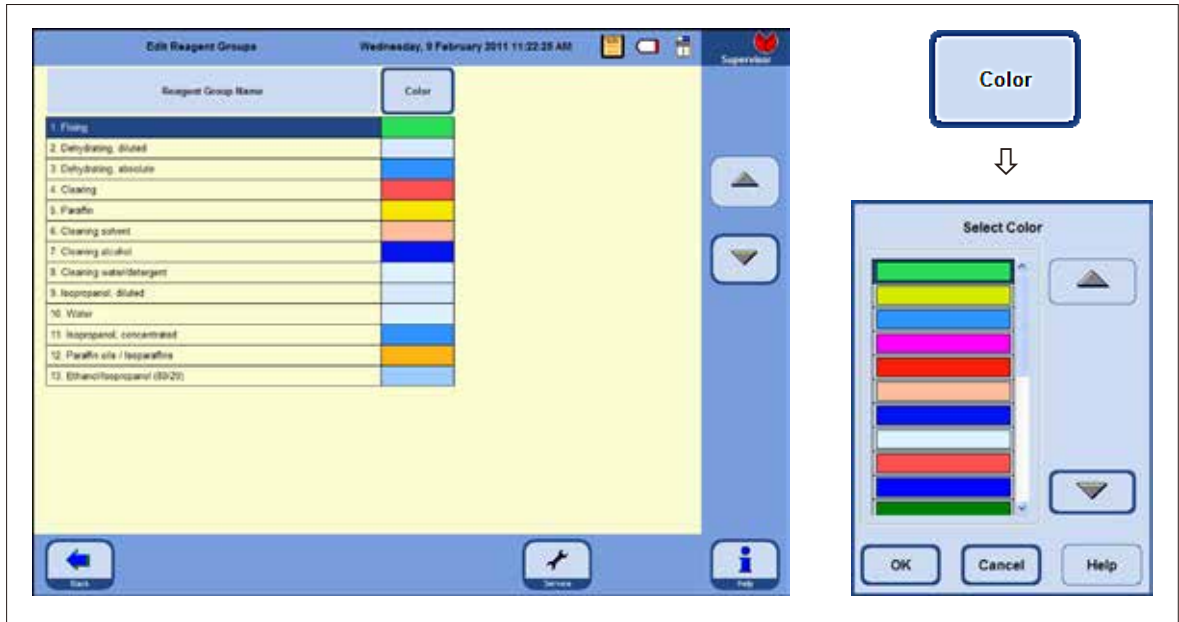

Bild 148
I fönstret **EDIT REAGENT GROUPS** (redigera reagensgrupper) (bild 148) väljer du vilka färger som ska användas för varje reagensgrupp i programdisplayen.
- Tryck på knappen **COLOR** (färg) i tabellhuvudet. Fönstret **SELECT COLOR** (välj färg) visas (bild 148).